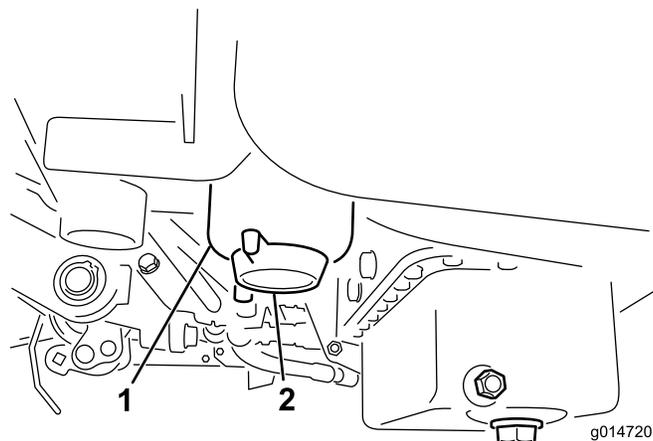

図 50
2. フィルタ容器（図 50）の周辺をウェスできれいにぬぐう。
4. フィルタの j ドレン・プラグを開く（図 50）。